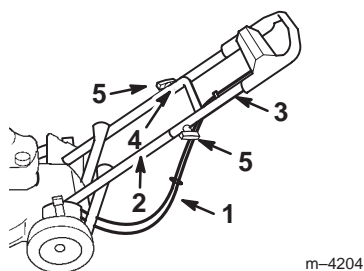

Figure 4
5. Glisser les extrémités du mancheron supérieur en position sur le mancheron inférieur pour que les deux éléments se logent l'un dans l'autre (Fig. 4).
6. Veiller à faire passer les câbles par le dessous et l'arrière du mancheron inférieur, comme illustré à la Figure 4.
7. Fixer le mancheron supérieur au mancheron inférieur à l'aide des deux boulons à tête bombée et des deux boutons restants (Fig. 4).